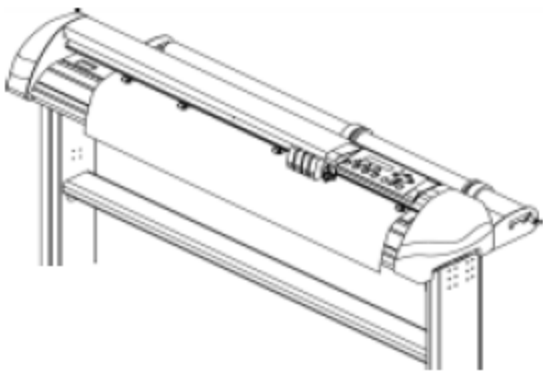
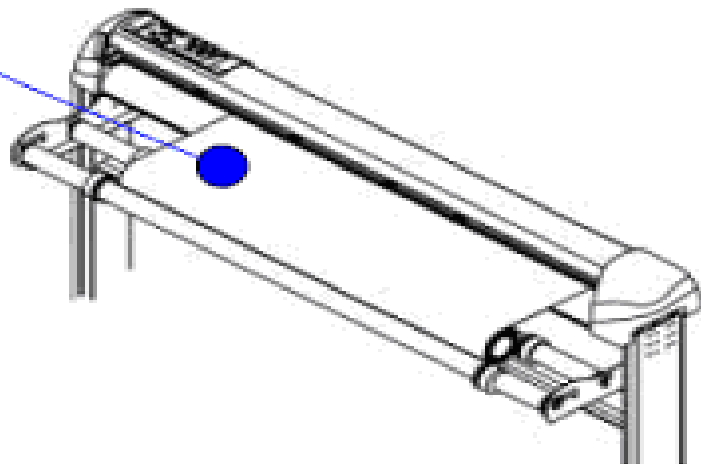

图 4-15
图 4-16
3. 把介质平放在切割平台上，并将介质前端固定好（见图 4-15）。然后，向后平稳的旋动介质（见图 4-16）。